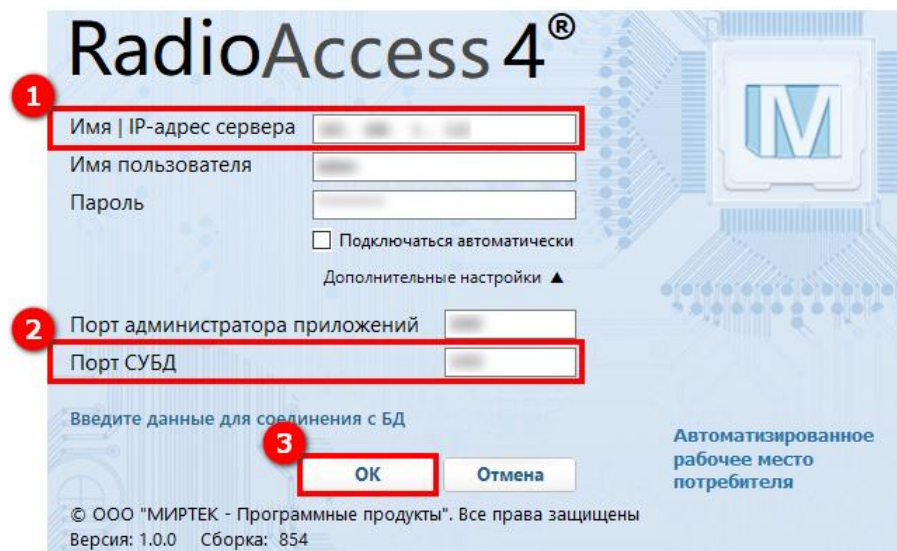

Рисунок 64 – Окно авторизации RadioAccess 4 (РадиоАксесс 4)
При первом запуске, в появившемся окне необходимо внести данные в поле **Имя | IP-адрес сервера** (1) (см. рисунок 64) – адрес IP-сервера, где развернут **RadioAccess 4 (РадиоАксесс 4)**. Остальные поля окна будут заполнены по умолчанию.